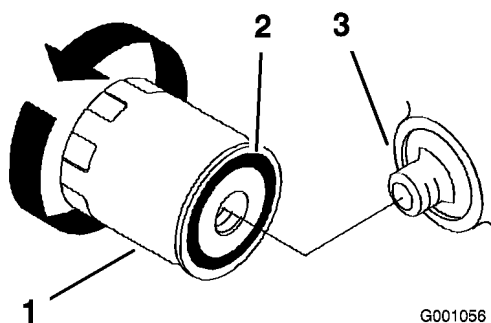

Figura 37
4. Aplique una capa fina de aceite nuevo a la junta de goma del filtro nuevo (Figura 37).
5. Instale el filtro de aceite nuevo en el adaptador del filtro. Gire el filtro en el sentido de las agujas del reloj hasta que la junta de goma entre en contacto con el adaptador del filtro, luego apriete el filtro 1/2 de vuelta más (Figura 37).